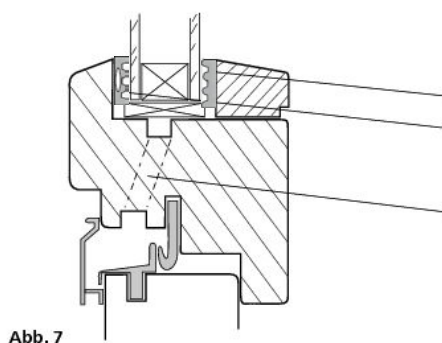

Abb. 7
11. Es ist auf eine genügende Durchlüftung des Rahmens zu achten. Gegebenenfalls müssen Entlüftungslöcher oben und unten gebohrt werden (siehe Rahmenquerschnitt Abb. 7).